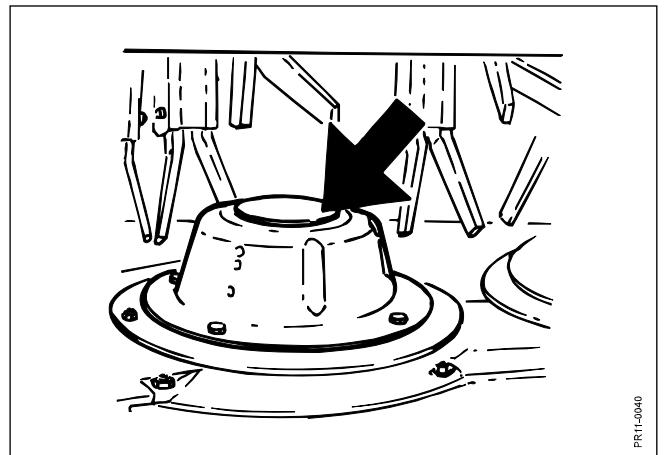

Fig. 5-7
- Fig. 5-7** Niedrige Zylinder sollten bei Beschädigung gerichtet oder durch neue ersetzt werden. Im Laufe der Saison zwei - bis dreimal auf Staub und Schmutz prüfen.